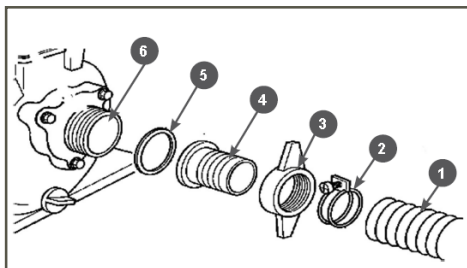

Рис. 5 Установка всасывающего рукава
- Установите патрубок 5 к всасывающему фланцу 6 насоса и плотно затяните гайку 3 патрубка (Рис. 5).
- Наденьте до упора всасывающий рукав 1 на патрубок 4 и затяните его хомутом 2 (Рис. 5).